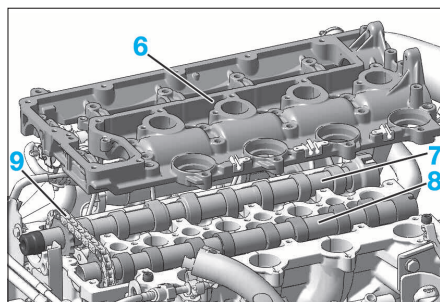
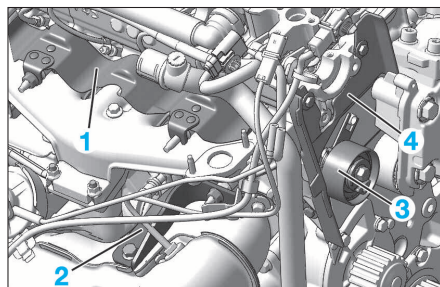

FIG. 59
FIG. 60
- Déposer (Fig.59) :
- le carter chapeaux de paliers d'arbres à cames (6)
- les arbres à cames (7) et (8)
- la chaîne de distribution (9)
- Déposer (Fig.60) :
- l'écran thermique (1)
- le support de pré-catalyseur (2)
- le galet tendeur dynamique (3) de distribution
- le carter de distribution arrière (4)